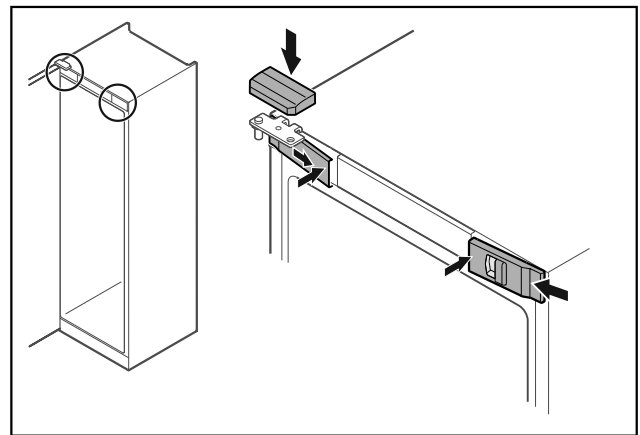

Fig. 46 *
- Voorste afdekkingen Fig. 46 (1) zijdelings aanbrengen en vastklikken.*
- Bovenste afdekking Fig. 46 (2) van boven vastklikken.*